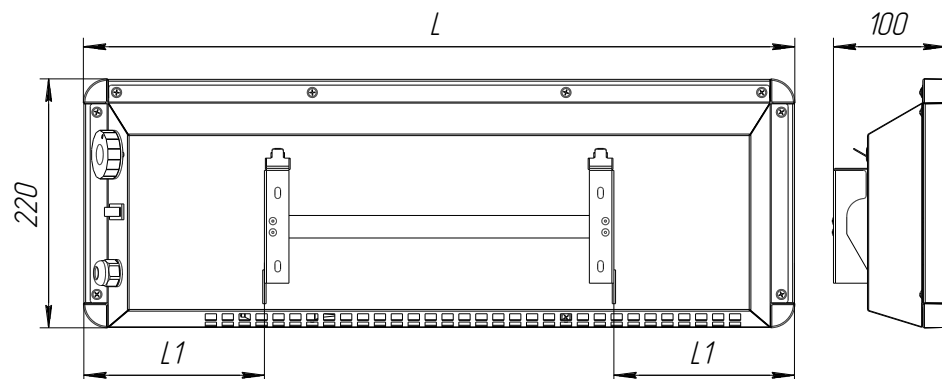

Рис.1 Схема электрическая принципиальная
4.1 Конвектор представляет собой корпус, внутри которого расположен оребренный трубчатый электронагревательный элемент (Рис.1), рассчитанный на напряжение 220В. В цепь питания нагревателей включен термовыключатель для защиты от перегрева. На боковой поверхности конвектора установлены: